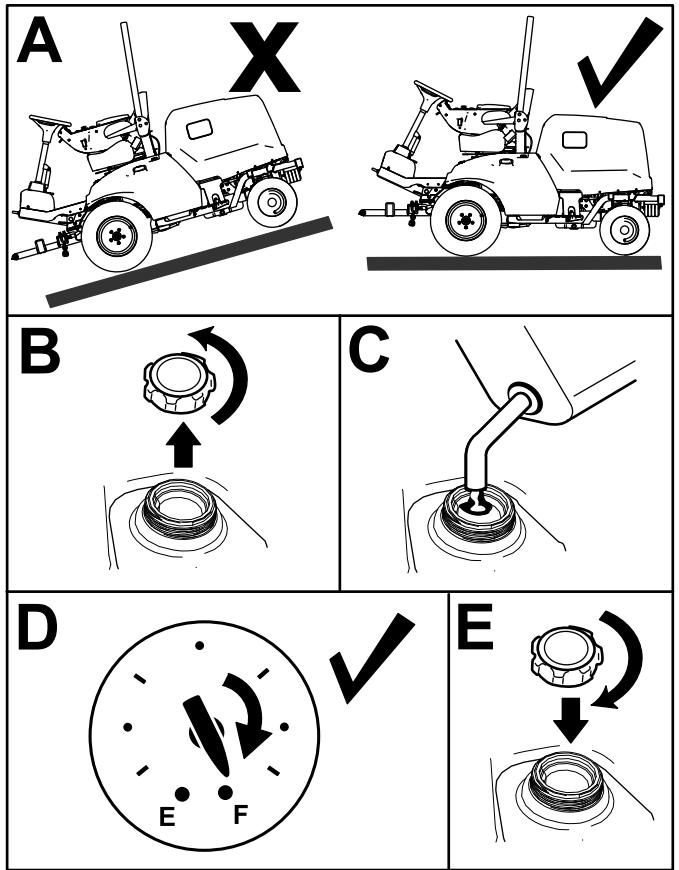

図 28
1. 平らな場所に駐車し、駐車ブレーキを掛け、エンジンを停止し、キーを抜き取る図 28。